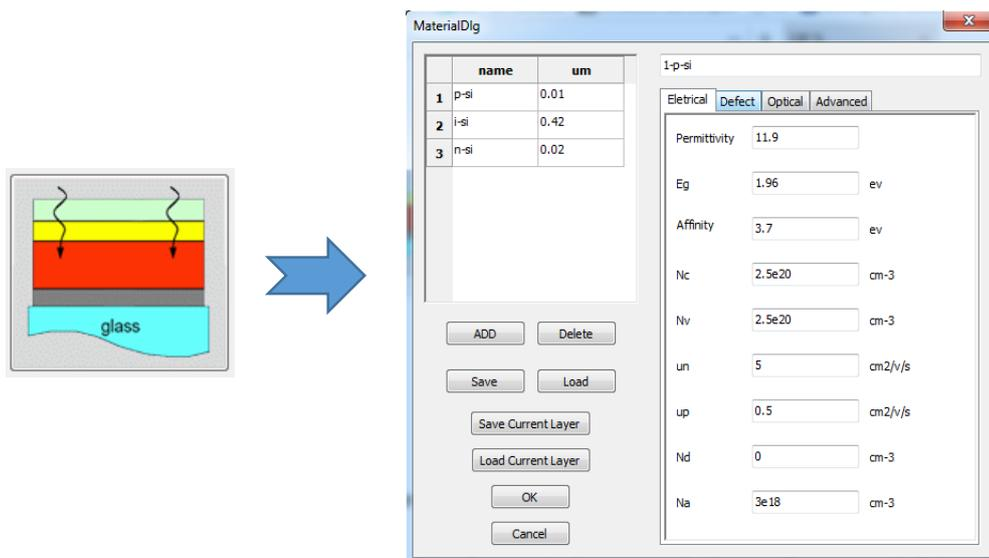

Figure 3 – Boîte de dialogue « Material » de l'interface de wxAMPS-1D
2. La boîte de dialogue nommée « **Material** », représentée à la Figure 3, offre la possibilité de définir les diverses couches de matériau qui composent la structure solaire à modéliser. L'utilisateur peut saisir manuellement les paramètres spécifiques à chaque couche, ou opter